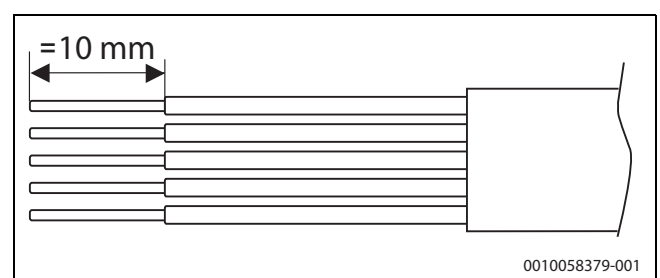

Fig. 45 Raccordement à l'alimentation secteur avec dénudage des fils
- Faire passer le câble de raccordement CAN-BUS dans les presse-étoupes sur la gauche (1).
- Faire passer le câble de raccordement de l'alimentation électrique dans les presse-étoupes sur la droite (2).
- Dénuder les câbles comme illustré à la → Figure 45.